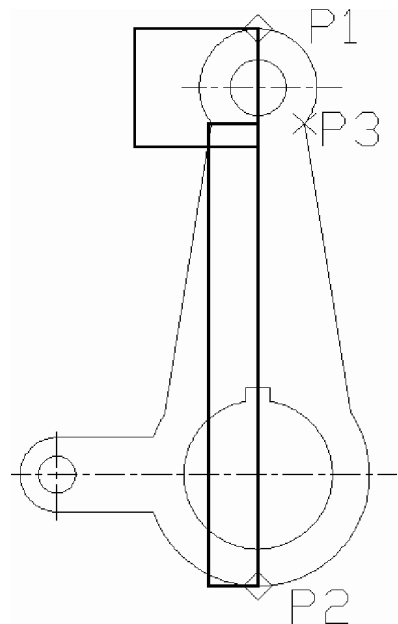

Fig. 6.14 Exercițiul 6.4 – pasul 4
- Pasul 4. Se trece la construcția proiecției laterale. Pentru început, se construiesc dreptunghiurile principale, care apoi se deplasează spre dreapta, ca în Fig. 6.14.